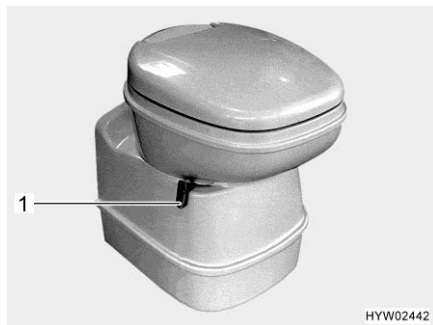
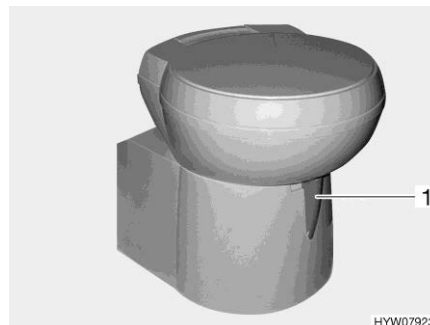

Fig. 272 Tazza del WC Thetford, orientabile
Fig. 273 Tazza del WC Thetford, orientabile (alternativa)
- Prima di tirare l'acqua, aprire il cursore della toilette Thetford. A tal fine girare la leva del cursore (Fig. 272,1 o Fig. 273,1) in senso antiorario.